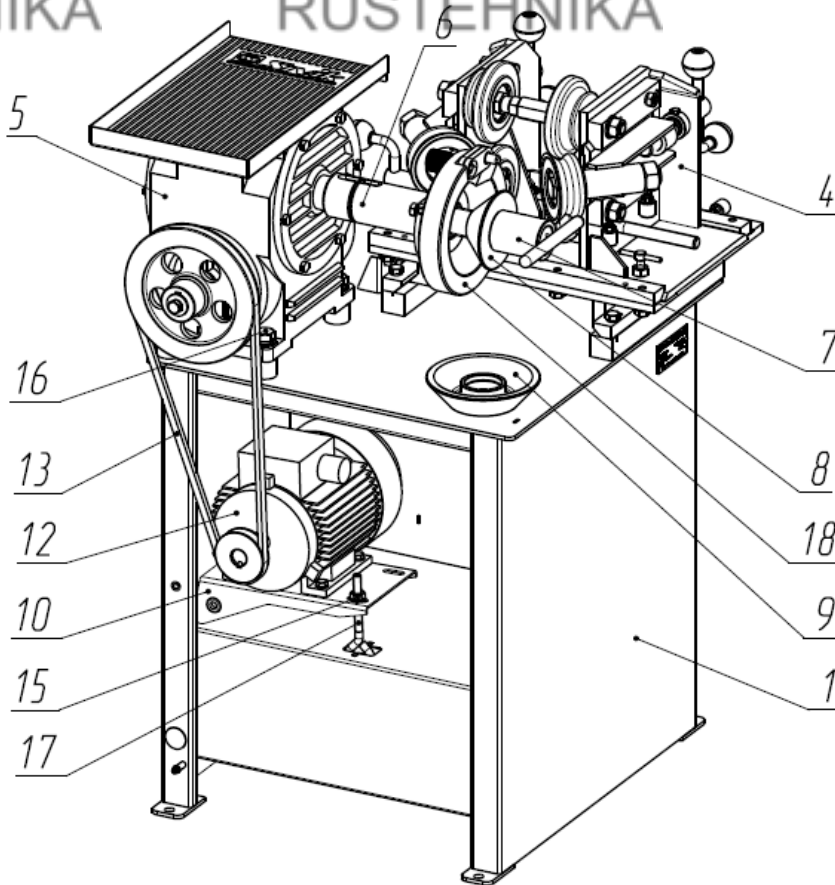
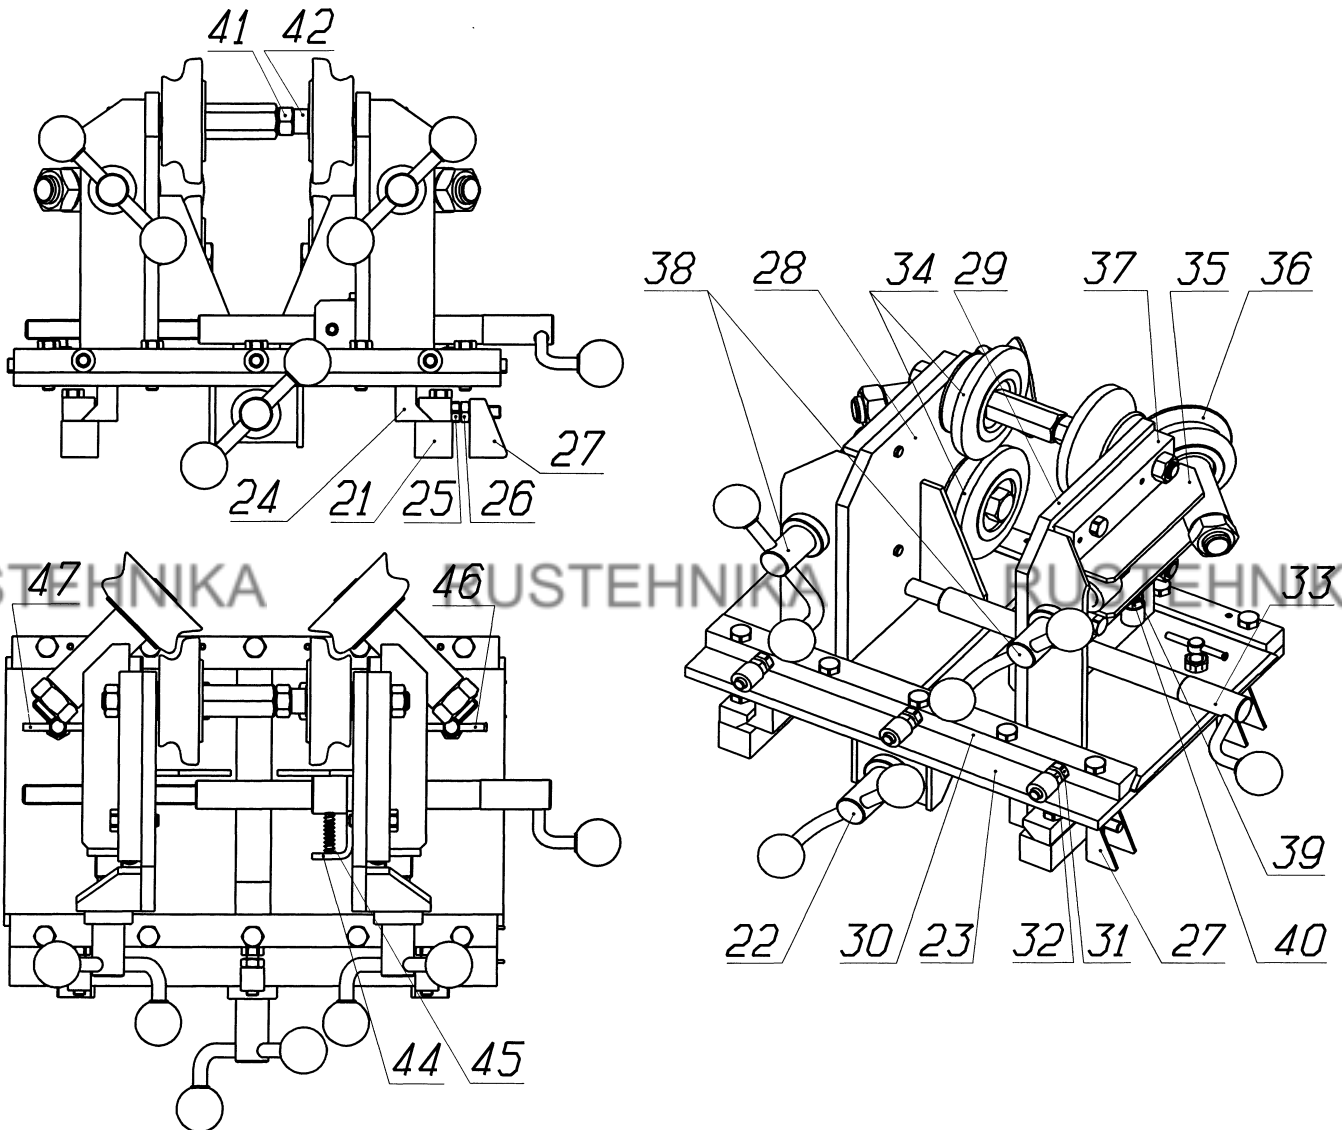

Рисунок 4.1 - Устройство станка
Рисунок 4.2 - Устройство дископравное
Принцип работы станда заключается в обкатке и калибровке деформированных ободьев большими и малыми правильными роликами 34,36 (рисунок 4.2).
6.2.1 Подвести большие правильные Ролики 34 (рисунок 4.2) к полкам обода колеса. Должно производиться одновременное касание обода к четырем роликам 34. Допуск не параллельности оси колеса и оси роликов по горизонтали и вертикали должен составлять не более  $\pm 0,5$  мм. Болты 16 (рисунок 4.1) затянуть до отказа, соблюдая равномерность затяжки.